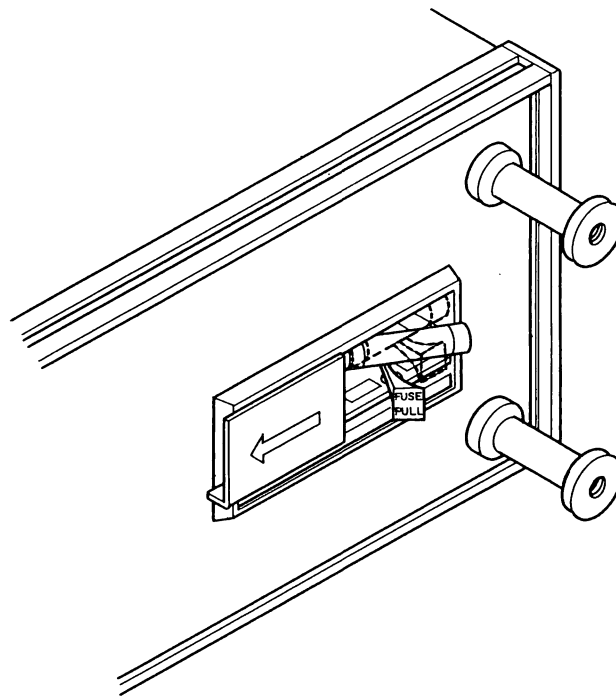

図9-1 ヒューズ・プラーを引いてヒューズを外した状態
- 1) 電源コードを抜き、電源入力コネクタ④の半透明のプラスチックカバーを左にスライドします。
- 2) ヒューズ・プラー（“FUSE PULL”と印字されたレバー）を手前に引くと、ヒューズが右側のクリップから外れます。（図9-1参照）後は外れた部分を持って、引っ張って外します。